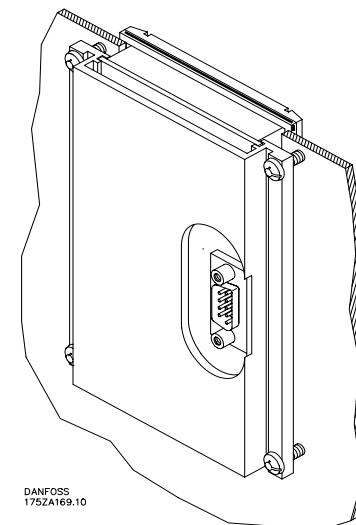

Fig. 5 / Abb. 5
3. Monter betjeningsenheden i udskæringen i tavlen. Montageskinne sættes på betjeningsenheden og kan nu fastgøres med de fire skruer. Betjeningsenheden tilspændes til maximum 0,5 Ncm. Se fig. 5.
3. Mount the control unit in the panel hole. Place the mounting rails on the control unit and fasten it with the four screws. Fasten the control unit to max. 0.5 Ncm. See fig. 5.
3. Die Fernbedienungseinheit im Panel-Ausschnitt anbringen. Die Montageschiene an der Fernbedienungseinheit anbringen und sie mit den vier Schrauben befestigen. Achtung! Die Fernbedienungseinheit mit den 4 Schrauben M3x12 vorsichtig befestigen. Schrauben nur handfest anziehen. Siehe Abb. 5.